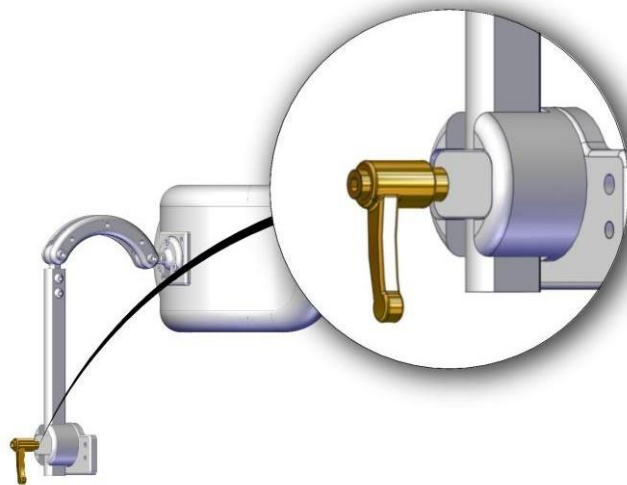

Abb. 5
- Lösen Sie den in der Abb. 5 dargestellten Hebel